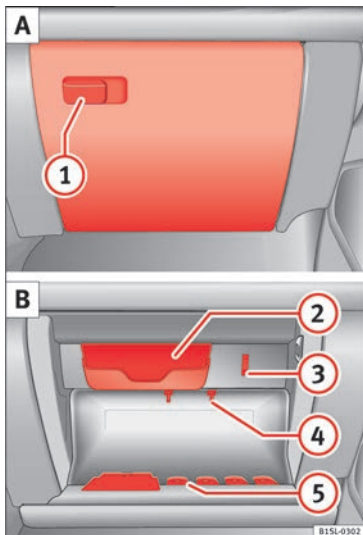

Abb. 123 Ablagefach mit Deckel auf der Beifahrerseite.
Zum *Öffnen* am Griff ziehen » Abb. 123 ①.